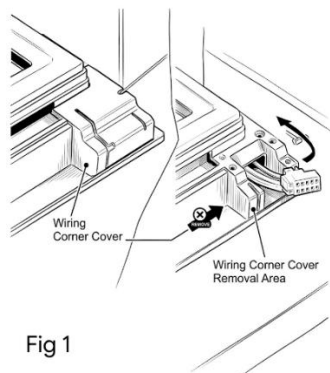

Fig 1
11. Individuare i restanti fori esposti per le viti sul bordo interno inferiore. Spingi un tappo di plastica in ogni foro finché non sono completamente inseriti per proteggere le filettature hardware. (Fig. 1)
1. Inserire un sottile utensile o una sonda nella giuntura del coperchio d'angolo in plastica sul lato che contiene il cablaggio della porta. Solleva delicatamente per liberare le linguette di plastica. Muovi il coperchio di plastica dall'angolo del telaio della porta, facendo attenzione a non tirare o danneggiare i cavi esposti sottostanti. (Fig. 1)
3. Spostati nell'angolo opposto del telaio della porta. Usa il tuo attrezzo per sollevare e sganciare il coperchio decorativo in plastica solida e brutto. Porta il coperchio vuoto all'angolo iniziale dove hai rimosso per la prima volta il coperchio del cablaggio. Allinealo con la fessura vuota dell'angolo e premi saldamente con le dita finché non si sistema saldamente, lasciando una finitura pulita e senza soluzione di continuità. (Fig. 1)